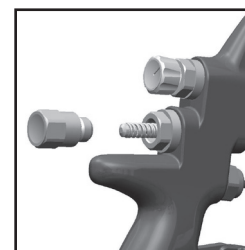

Fig. 9
3. Dévisser le bouchon obturateur et retirer le ressort du pointeau et son tampon. (Voir fig. 9 et 10)
7. Visser le bouchon obturateur. (Voir fig. 9)